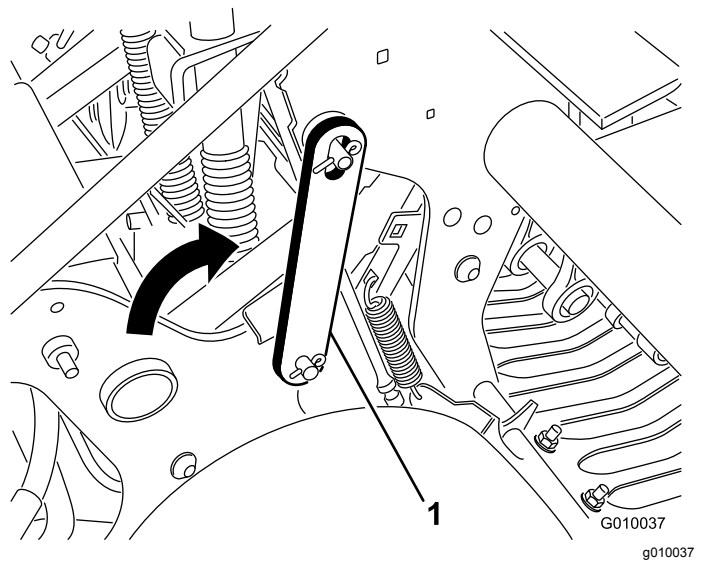

图21
4. 向后转动检修门锁并将其插入打孔头销图21。用锁紧环将门锁固定。